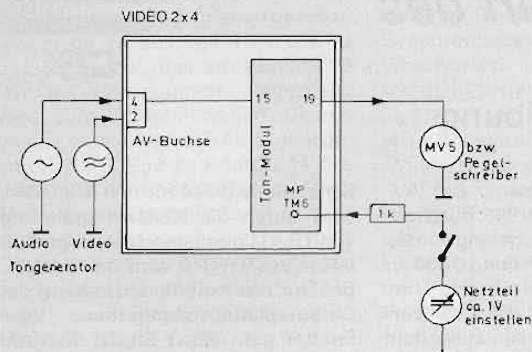

Bild 11 Maßschaltung
2. Richtige Messung des Frequenzganges über Band bei 26 dB unter Vollpegel: (Meßschaltung Bild 11, Meßplatzaufbau Bild 13).